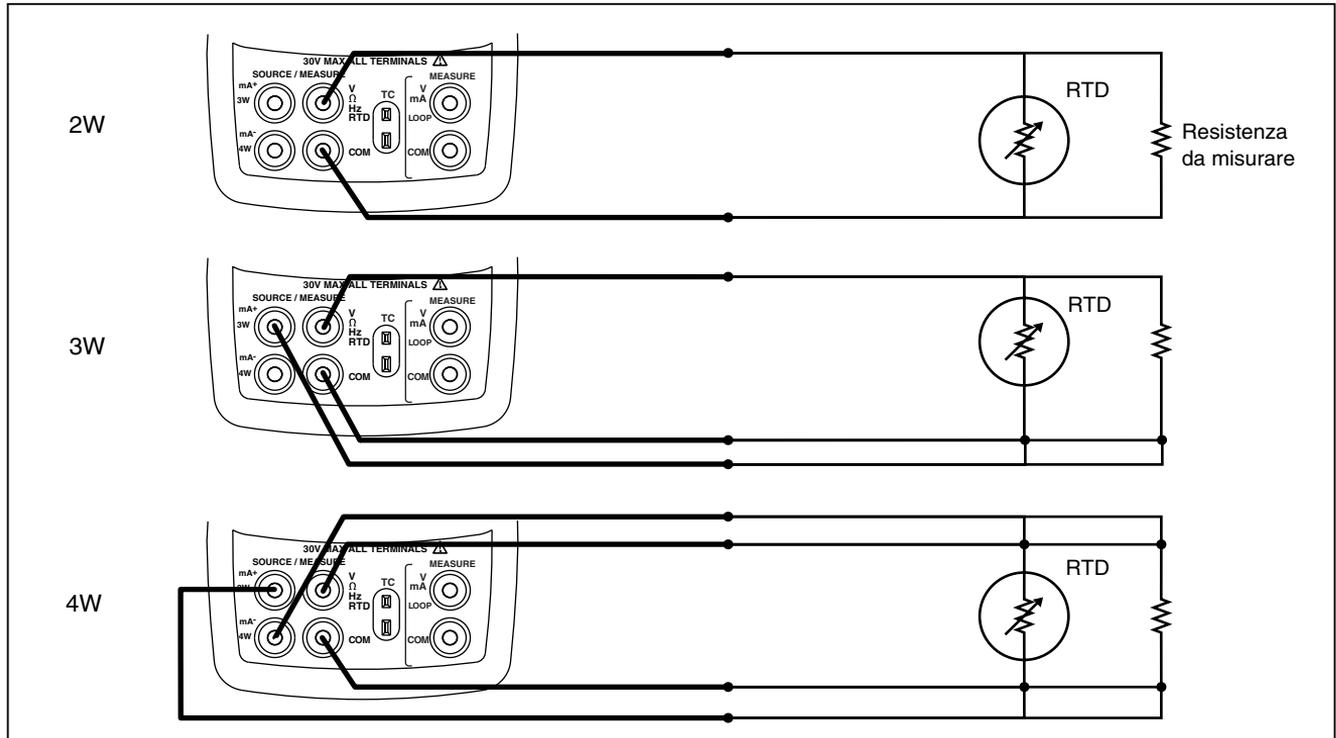

Figura 11. Misura di temperatura con un termoresistore (RTD), misura di una resistenza a 2, 3 e 4 fili
4. Collegare il termoresistore ai terminali di ingresso, come indicato nella figura 11.